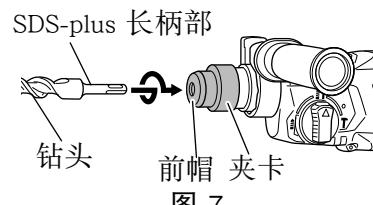
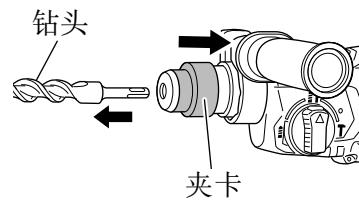

图 7
图 8
- (1) 拧松侧手柄的夹卡,然后将其推压至触碰到外罩。
- (2) 将侧柄调整至最便于使用的角度,然后旋紧侧柄的夹卡,将其锁紧。
3. 安装钻头(图 7, 第 14 页的图 8)
- (1) 清洁钻头柄。
- (2) 旋转钻头将其插入钻头夹盘直至插锁插紧。(图 7)
(图 8)